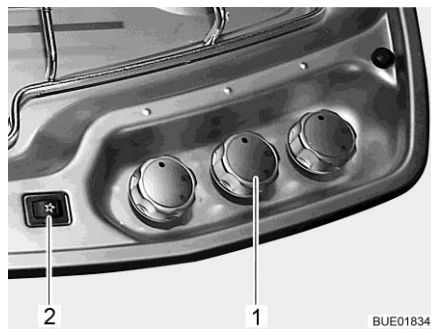

Bild 175 Reglage, knappar för gasspis
- Vrid vridregulatorn (Bild 175,1) till önskad låga till tändningsläge (stor låga).
- Tryck på tändknappen (Bild 175,2). Nu bildas tändgnistor vid brännaren.